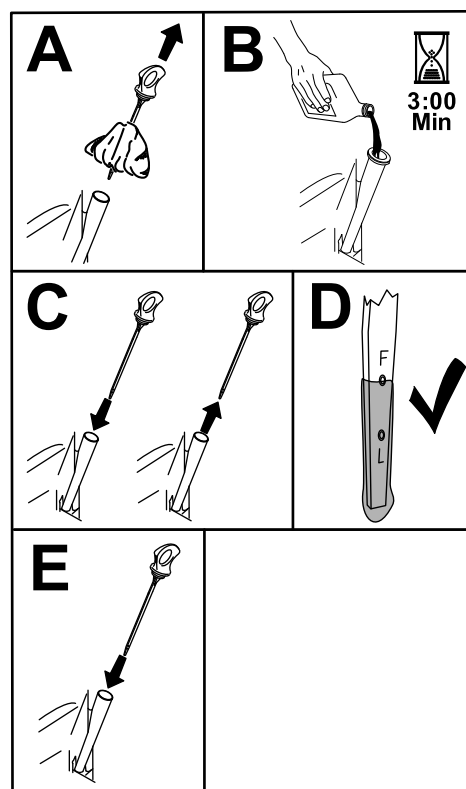

Figura 49
- Turnai încet aproximativ 80% din uleiul specificat în tubul de umplere i adăugai lent ulei suplimentar pentru ca acesta să ajungă la marcajul Complet (Figura 49).